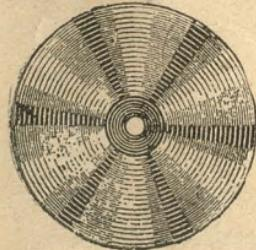

Fig. 132.—Disco de Newton.
1.o Se los dispone por orden según los sectores de un círculo, *disco de Newton* (fig. 132). Se da á este círculo